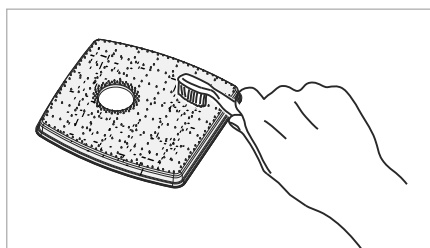

Fig. 13
- 6) Tapotez légèrement le filtre EPA **9** dans une poubelle et brossez-le délicatement avec une brosse souple (voir fig. 13).